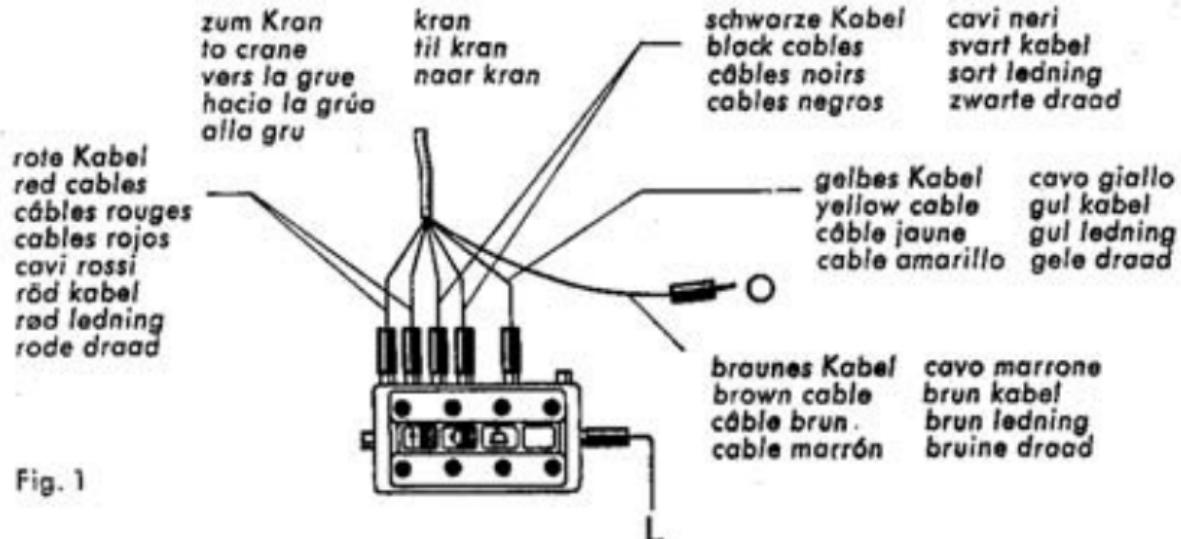

Fig. 1
**Anschluß.** Der gelb umrandete Stecker oder die gelb umrandete Buchse an den Seiten des mitgelieferten Stell- und Schaltpultes wird an L angeschlossen. Die braune Ader des grauen Gummikabels wird mit O verbunden. Die anderen fünf Kabeladern sind entsprechend ihrer Farbe in die gleichfarbigen Buchsen des Schaltpultes zu stecken. Eine der beiden gelben Buchsen wird für die Bedienung des Drehkrans nicht benötigt, aus ihr kann man Lichtspannung für andere Zwecke entnehmen (Fig. 1). Verwendet man den Hebemagnet, so steckt man die braunen Kabel des Magnets in die beiden Buchsen am Kranhaus.
**Connections.** The yellow-edged plug or the yellow-edged socket on the sides of the control plate supplied is connected to O. The brown lead of the grey rubber cable is connected to O. The other five cable leads are plugged into sockets of like colours on the control plate. One of the two yellow sockets is not used for working the crane and so lighting current for other purposes can be taken from it (fig. 1). To use the lifting magnet, plug the brown lead into the two sockets on the crane driver's cabin.
**Branchement.** La fiche jaune ou la prise jaune du tableau livré avec la grue est à relier à la prise L du transformateur. Le fil brun du câble multiple est à relier à la masse (O). Les 5 autres conducteurs du câble multiple sont à brancher aux prises de même couleur du tableau de commande. L'une des prises jaunes du pupitre n'est pas utilisée et peut servir pour alimenter en courant lumière d'autres accessoires (Fig. 1). Pour brancher l'aimant, il suffit de mettre les 2 fils bruns de l'aimant dans les prises situées sur la cabine.
**Conexión.** La clavija con círculo amarillo o el enchufe de círculo del mismo color en los costados del pupitre de maniobra y mando, que se adjunta, se une a L. El conductor marrón del cable de goma gris se une a O. Los otros 3 conductores del cable se introducen con sus clavijas y según sus colores en los enchufes de color correspondientes. Uno de los enchufes amarillos no se necesita para maniobrar la grúa giratoria, por lo que se toma de él la tensión para otros fines (fig. 1). Si se utiliza el imán de elevación, se introducen sus cables marrones en los dos enchufes de la garita de la grúa.
**Raccordo.** La spina o la boccola cerchiata di giallo sul lato dell'annesso telecomando viene collegata a L. Il filo marrone del cavo grigio di gomma viene raccordato a O. Gli altri 5 fili del cavo sono da inserirsi in corrispondenza del loro colore, nelle boccole corrispondenti del quadro di comando. Una delle due boccole gialle della tastiera di comando non viene adoperata per l'uso della gru girevole e può fornire corrente luce per altri usi (fig. 1). Se si vuole azionare il magnete di sollevamento, si inseriscono i cavi marrone del magnete nelle due boccole della cabina della gru.
**Inkoppling.** Det med gult markerade stiftet eller kontaktuttaget på den tillhörande ställpultens kortsidor anslutes till L. Den gröv gummikabelns bruna ledare kopplas till O. De övriga fem ledarna kopplas till motsvarande färger på ställpulsten. Ett av de båda gula kontaktuttagen behöver inte tas i anspråk för kranens manövrering. Från denna kan belysningsström tagas till andra ändamål (Fig. 1). Använder man sig av lyftmagneten, kopplar man magnetens bruna sladdar till uttagen på kranhuset.
**Tilslutning.** Det med gult markerede stik eller bønning paa siden af medfølgende stillepult tilsluttes L. Den grønne gummilednings brune led er tilsluttet O. De øvrige 5 ledere tilsluttes tilsvarende farver paa stillepulten. Den ene af de 2 gule bønninger er ikke nødvendig til betjening af kranen. Fra denne bønning kan man tage belysningsstrøm til andre formål (Fig. 1). Hvis man vil benytte løftemagneten, tilslutter man magnetens brune ledning til begge bønninger paa kranhuset.
**Aansluiting.** De geel omrande steker of de geel omrande contactbus aan de zijkant van het meegeleverde schakelbord wordt aan bus L van de transformator aangesloten. De bruine draad van de grijze gummikabel wordt met O verbonden. De andere vijf draden worden overeenkomstig hun kleur in de bussen met dezelfde kleur van het schakelbord gestoken. Eén van de twee gele contactbussen is voor de bediening van de draaikraan niet nodig, deze kan men gebruiken om er lichtspanning voor andere doeleinden aan te onttrekken (fig. 1). Gebruikt men de hefmagneet, dan steekt men de bruine draden van de magneet in de beide contactbussen van het kraanhuis.